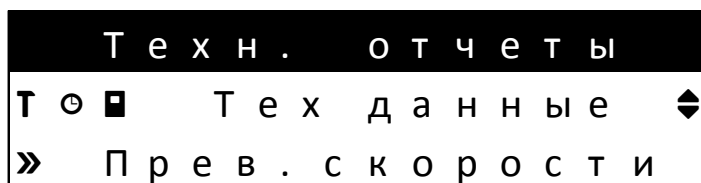

Рисунок 7.1.5 - Окно выбора отчета о технических данных транспортного средства
7.1.10 Окно выбора отчета о технических данных транспортного средства (рисунок 7.1.5).